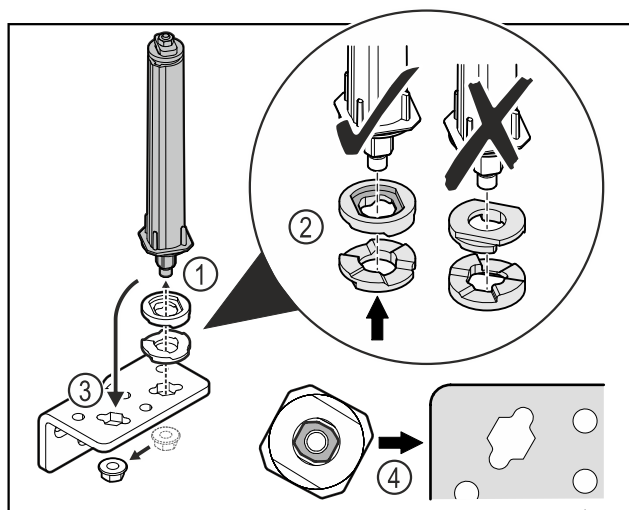

Fig. 35
- Povolte matici a odstraňte uzavírací systém dvířek Fig. 35 (1).
- Dbejte na správné vyrovnaní výškově stavitelných podložek Fig. 35 (2).
- Přesaďte uzavírací systém dvířek v úhelníku závěsu a upevněte jej maticí Fig. 35 (3).
- Při nasazování dbejte na správné vyrovnaní uzavíracího systému dvířek Fig. 35 (4).